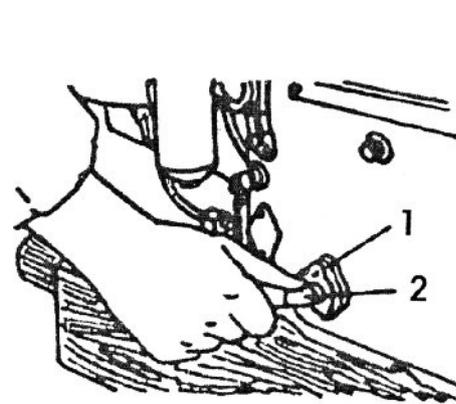

Fig. 5 Escorvar o sistema de injeção de combustível
- (1) Cada operação de partida não deve durar mais de 5 segundos. O intervalo entre as observar uma ação de "trepidação" do injetor de combustível (Fig.5). duas operações consecutivas de partida não deve ser mais de 2 minutos. Ou o motor de partida pode queimar e ser danificado.
- (2) Nunca girar a chave para a posição "II" durante a operação do motor para evitar danificar o pinhão do motor de partida e a engrenagem de anel devido a sua colisão.
- (3) Girar a chave de volta para a posição "O" e retirar depois da parada do motor. Se o motor for ficar fora de serviço durante um tempo longo, é recomendável desconectar os fios da bateria para evitar queimar o gerador.
- (4) No caso de falha da partida do motor durante diversas vezes consecutivas, é recomendável ver o manual de operação pertinente e verificar o sistema elétrico do motor ou consultar o profissional para manutenção.